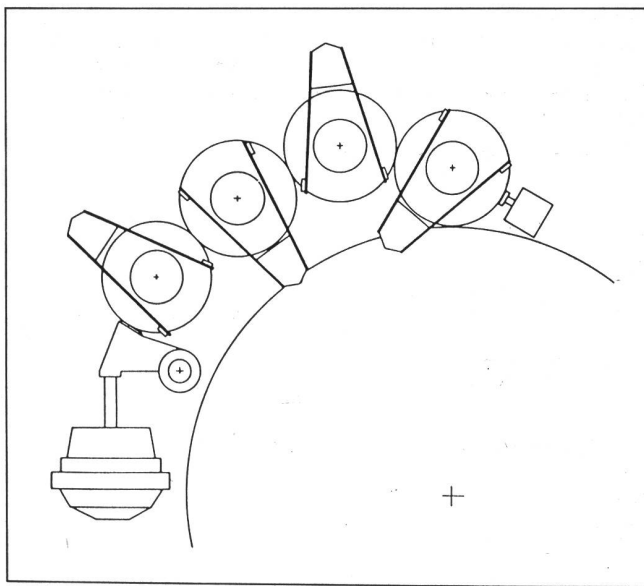

Abb. 5
- Kalanderaufhängung mittels Blattfeder, daher keine Schmierung und Wartung notwendig (Bild 5)